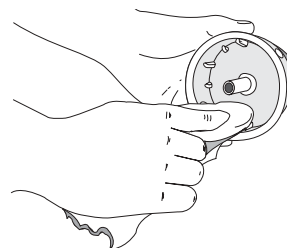

Fig. 25
4. Nettoyez le moulinet intérieur, le ressort, et l'arbre et la surface interne de la bobine extérieure à l'aide d'un tissu propre (Fig. 25).